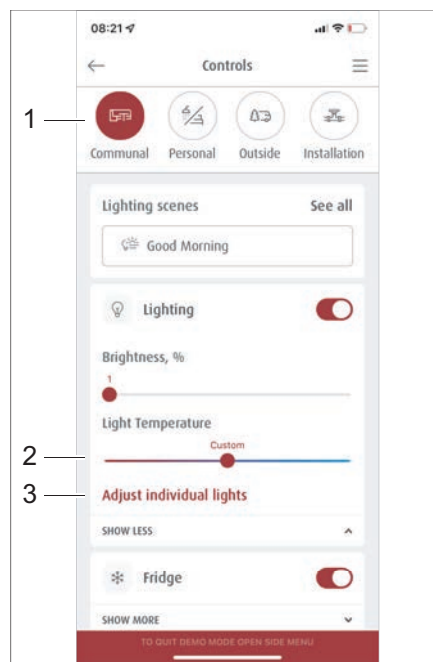
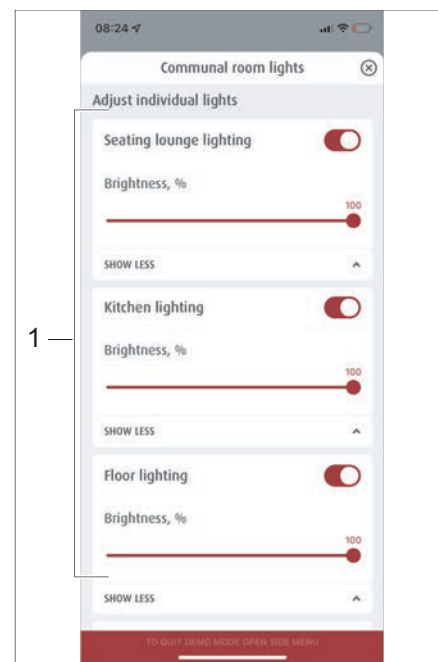

Fig. 279 Selección de escenarios preparados
Fig. 280 Gestión de escenarios
- Presionar en el menú *Manejo* la opción *Vivir y estar* (Fig. 279,1).
- Presionar en el menú *Vivir y estar* en *Ajustar luces de manera individual* (Fig. 279,3). Se abre el menú *Ajustar luces de manera individual* (Fig. 280).
- En la selección de iluminación (Fig. 280,1) seleccionar la iluminación deseada y usar el control deslizante (Fig. 279,2) para ajustar la temperatura de la luz.